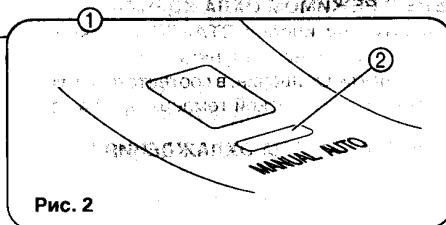

Рис. 2
- ① Эксплуатационная панель управления (Рис.2)
- ② Кнопки РУЧНОГО и АВТО режима
- ③ Приемник сигнала дистанционного управления